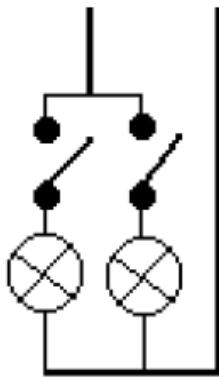
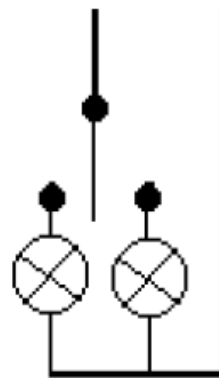
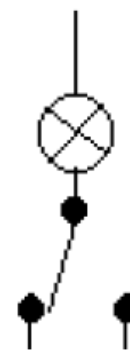
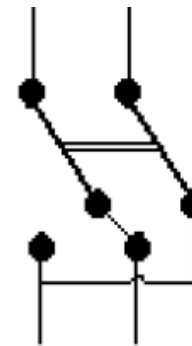

Fig. 1
Fig. 3
Fig. 4
Fig. 5
- **Variantes:** llave unipolar doble (Fig. 1), llave unipolar triple (Fig. 2), llave de dos posiciones (Fig. 3), llave de cambio simple (Fig. 4) y llave de cambio inversora (Fig. 5).-